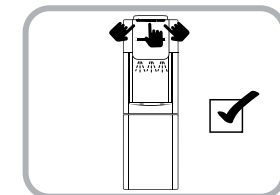

Fig.3
4. Presione en cada una de las llaves (caliente y fría) para confirmar que el agua está corriendo por la unidad. (Fig. 3)